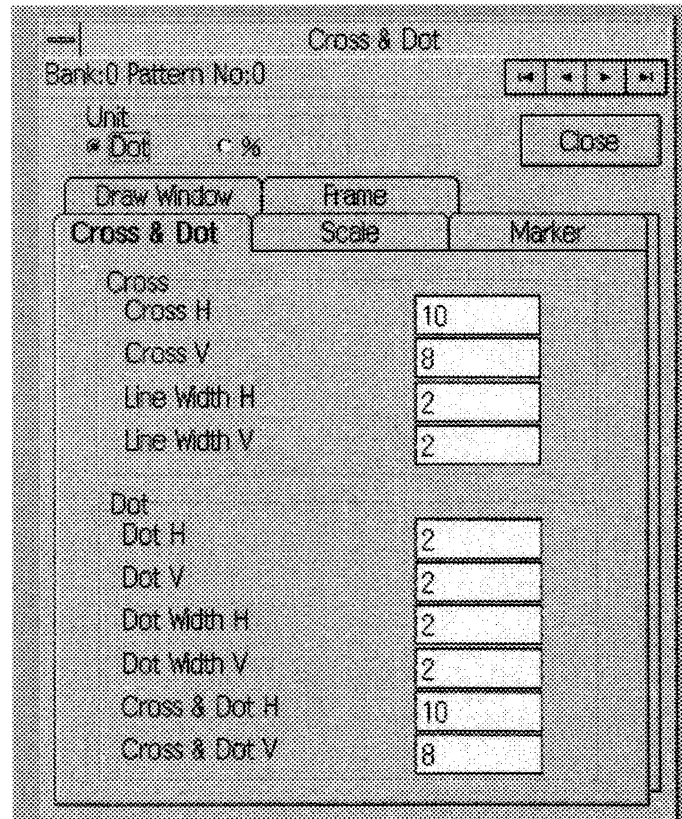

图4-29
* 「Cross & Dot」 カード：クロスハッチ及びドットの設定をします（図4-29）。